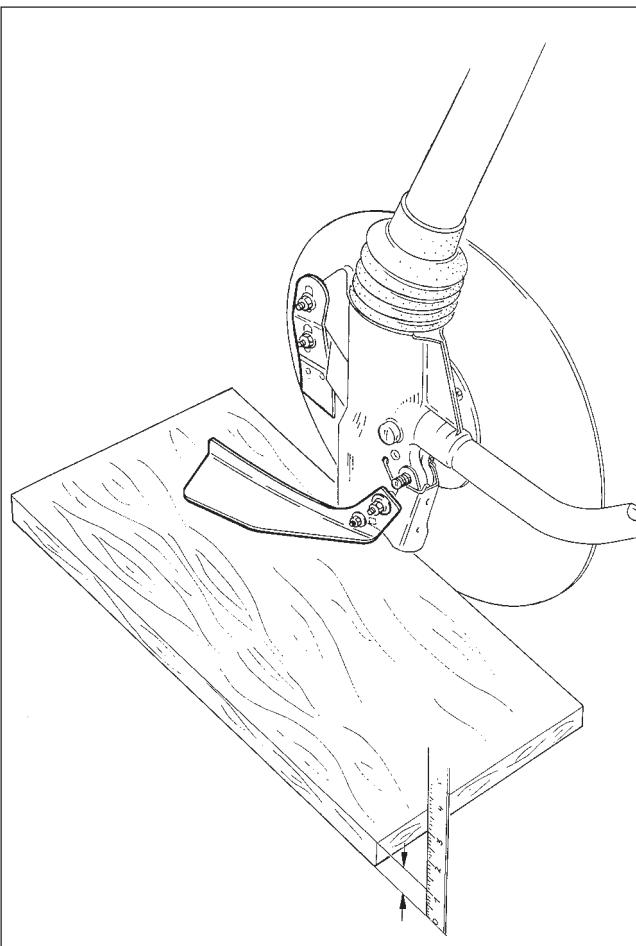

Рис. 9.3
Дисковый сошник оснащен ограничителем глубины (Рис. 9.3/1), чтобы точно соблюдалась необходимая глубина укладки семян. На заводе ограничитель глубины устанавливается на глубину укладки 2,5 см с расчетом на среднюю почву. Чтобы укладывать значительно глубже, давление сошников необходимо повысить, как описано в пункте 9.1.
Если необходимая глубина укладки не может быть достигнута в результате изменения давления сошников, тогда необходимо равномерно переставить ограничители глубины (Рис. 9.3/1) на всех дисковых сошниках.
Возмите для помощи доску (Рис. 9.3/3). Серийно ограничители глубины установлены при помощи доски толщиной 1,2 см, что соответствует глубине укладки 2,5 см на средней почве. При такой глубине укладки, например, на тяжелых почвах, нужно брать 2 см доску. Устанавливайте друг за другом все ограничители глубины:
- Отвинтите шестигранные винты (Рис. 9.3/2).
- Подложите доску (Рис. 9.3/3) под полозок (Рис. 9.3/1) ограничителя глубины.
- Придавите полозок к доске и прочно закрутите шестигранные винты (Рис. 9.3/2).
В экстремальных случаях полозки могут находиться даже ниже дисков сошников. Для этого маленький шестигранный болт (Рис. 9.3/4) установите во второе отверстие в верхней (Рис. 9.3/5).